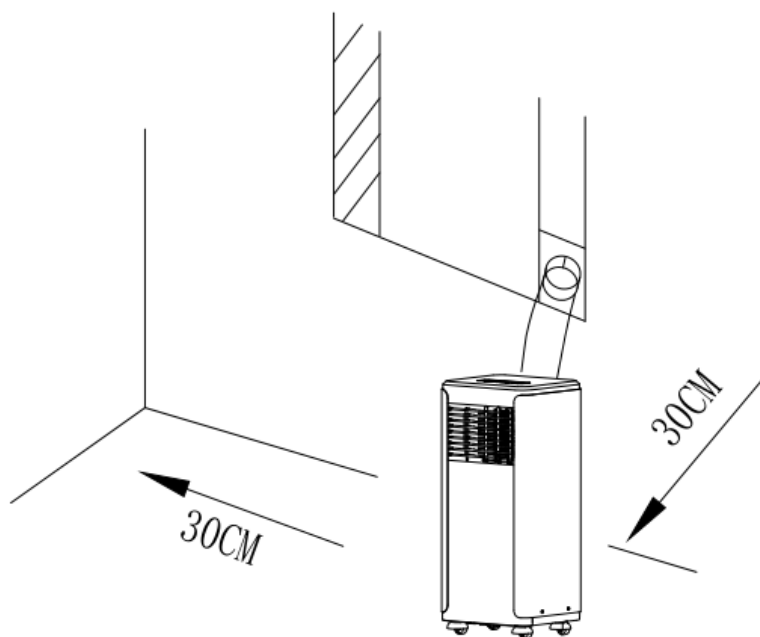

Fig.3
- Un climatiseur amovible sera installé sur le terrain plat et vide autour. Non bloquer la sortie d'air et la distance requise doit être d'au moins 30 cm. (Voir fig. 3)